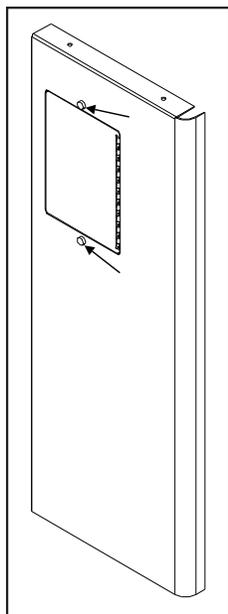

Figure 38:
Placez le panneau de contrôle de la carte de circuit imprimé à l'arrière du panneau de droite surround de sorte que la charnière est à l'extérieur et le haut et le bas des trous sur la ligne du panneau de contrôle avec ceux sur le pourtour. Fixez à l'aide de deux (2) vis T-20 par l'avant de l'entourage dans le panneau de contrôle de la carte de circuit (voir figure 38).